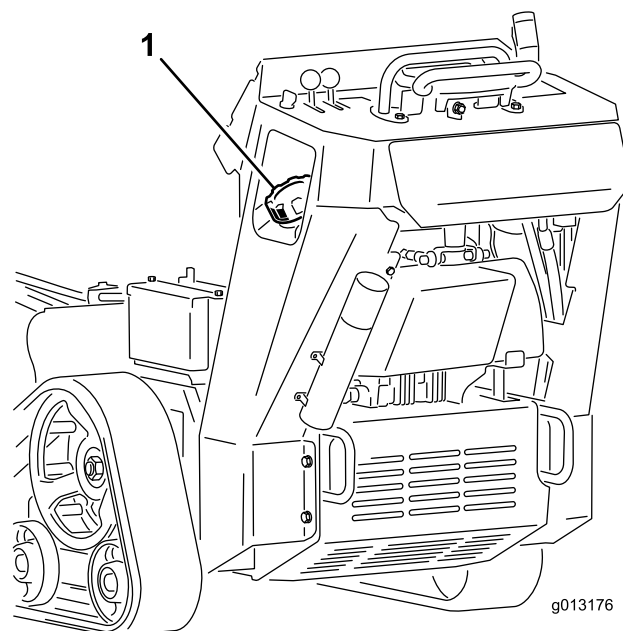

Figura 16
3. Limpie alrededor del tapón del depósito de combustible y retire el tapón (Figura 16).